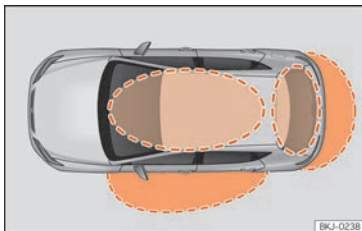
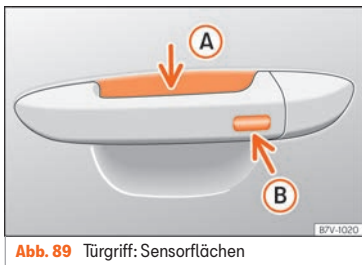

Abb. 88 Keyless Access: Näherungsbereiche.
Abb. 89 Türgriff: Sensorflächen
» Abb. 89
Keyless Access ist ein schlüsselloses Start- und Schließsystem, mit dem das Fahrzeug ohne aktive Fahrzeugschlüsselbenutzung ent- bzw. verriegelt werden kann. Dazu müssen sich lediglich ein gültiger Fahrzeugschlüssel im Erkennungsbereich für den Zugang zum Fahrzeug befinden » **Abb. 88** und eine der Sensoren an den Türgriffen berührt werden » **Abb. 89** » **!**
Befindet sich ein gültiger Schlüssel in einem der Funktionsbereiche » **Abb. 88**, erteilt das Schließ- und Startsystem Keyless Access diesem Schlüssel eine Zugangsberechtigung, sobald eine der Sensorflächen an den Vordertürgriffen betätigt wird.
- Umfassen Sie den Fahrertürgriff. Dabei wird die Sensorfläche »» **Abb. 89 (A)** (Pfeil) im Türgriff berührt und das Fahrzeug entriegelt sich.
- Berühren Sie *einmal* den Verriegelungssensor »» **Abb. 89 (B)** (Pfeil) am Griff der Fahrertür. Die Tür, an welcher der Griff betätigt wird, muss geschlossen sein.
- Berühren Sie *einmal* die Sensorfläche »» **Abb. 89 (B)** (Pfeil) am Griff der Fahrertür. Das Fahrzeug ist mit der „Safe“ »» **Seite 112**-Sicherheitssystem verriegelt. Die Tür, an welcher der Griff betätigt wird, muss geschlossen sein.
- Berühren Sie *zweimal* die Sensorfläche »» **Abb. 89 (B)** (Pfeil) am Griff der Fahrertür, um das Fahrzeug zu verriegeln, ohne das Sicherheitssystem „Safe“ zu aktivieren »» **Seite 112**.
Wenn sich ein gültiger Fahrzeugschlüssel in der Nähe »» **Abb. 88** der Heckklappe befindet, entriegelt die Heckklappe beim Öffnen des verriegelten Fahrzeugs automatisch.
- Berühren Sie die Schließtaaste  auf dem Funkschlüssel und berühren Sie einmal innerhalb von 5 Sekunden die Verriegelungssensorfläche am Fahrertürgriff »» Abb. 89 (B). Greifen Sie nicht am Türgriff, da sich das Fahrzeug sonst nicht verriegelt. Die Deaktivierung kann auch erfolgen, wenn das Fahrzeug über Fahrertürschloss verriegelt wird.
Sekunden einen Finger auf die Verriegelungssensorfläche »» Abb. 89 (B) (Pfeil) am Türgriff, bis die Seitenfenster geschlossen sind.
Die Sensoren der Türgriffe können durch einen Wasser- oder Hochdruckdampfstrahl aktiviert werden, sofern sich ein gültiger Schlüssel in der Nähe befindet. Ist mindestens eines der elektrisch betriebenen Seitenfenster geöffnet und wird die Sensorfläche »» Abb. 89 (B) (Pfeil) an einem der Türgriffe permanent aktiviert, schließen sich alle Fenster.